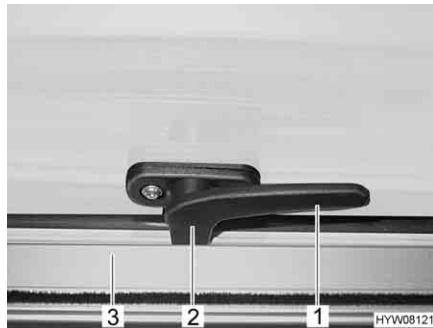

Fig. 36 Leva di serraggio in posizione "Chiuso"
Apertura: ■ Ruotare la leva di serraggio (Fig. 36,1) di un quarto di giro verso il centro della finestra.
■ Ruotare la leva di serraggio (Fig. 36,1) di un quarto di giro verso il telaio della finestra. Il nasello di chiusura (Fig. 36,2) si trova sul lato interno della chiusura della finestra (Fig. 36,3).